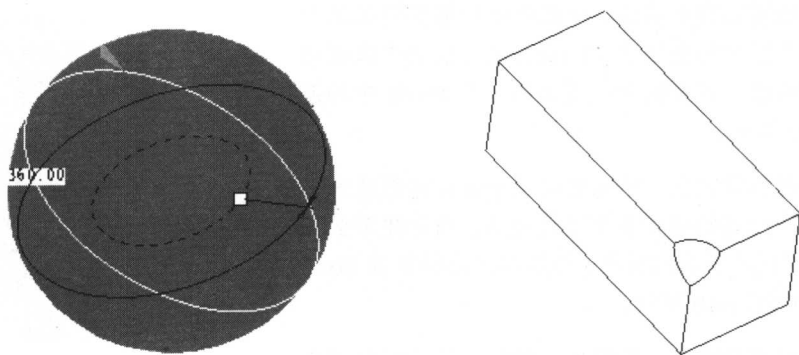

图 1-6 旋转类特征效果图
(2) 旋转类特征: 旋转类特征是指系统通过用户草绘的旋转界面和旋转轴, 再根据给定的旋转角度, 自动生成一个旋转伸出项或者一个旋转切除特征。旋转类特征在 Pro/E 中的造型效果如图 1-6 所示。